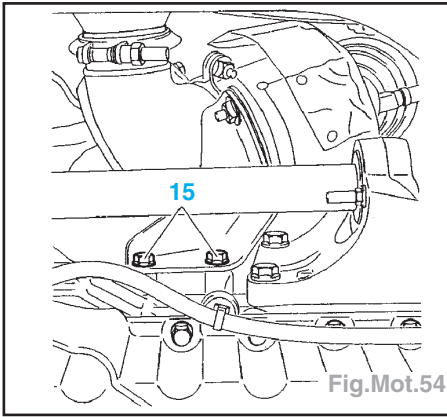

Fig.Mot.54
- les vis du couvre-culasse chapeaux de palier (13).
- l'électrovanne de VTC (14)
- Déposer les vis (15) (Fig.Mot.54).